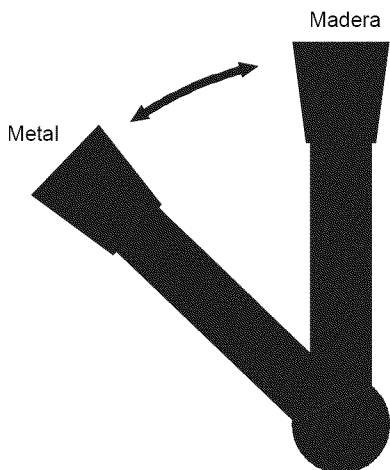

Figura 2 – Posición del manguito de embrague
- Lleve el manguito de embrague (Figura 8, Clave No. 62) a la posición "Metal". Vea la Figura 2.
- Lleve el manguito de embrague (Figura 8, Clave No. 62) a la posición "Wood" (madera). Vea la Figura 2.